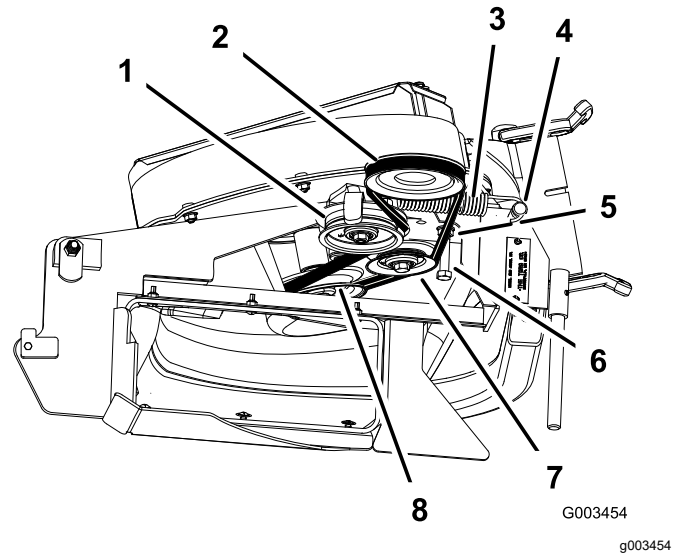

Figure 44
- Desserrez le boulon du guide-courroie (Figure 44).
- Faites passer la courroie neuve autour de la poulie de ventilateur (Figure 44).
- Serrez le boulon du guide-courroie (Figure 44).
9. Placez la courroie sur la poulie de tension rappelée par ressort (Figure 44).